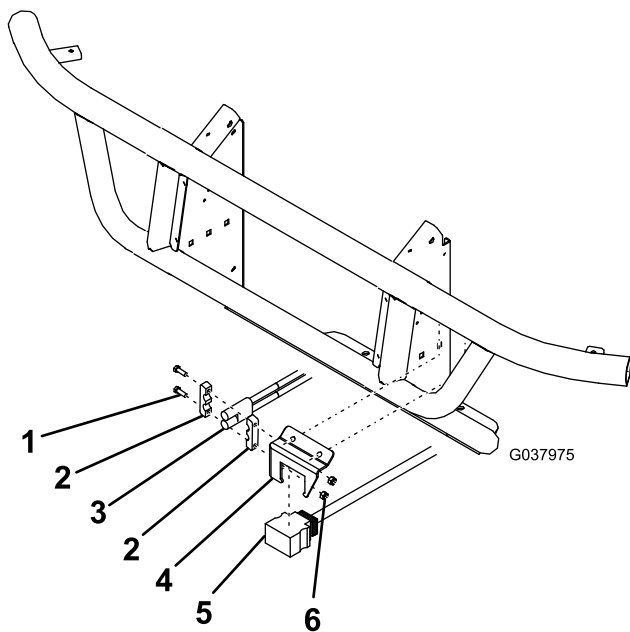

Figura 12
12. Instale el conector del arnés de cables del lado del UTV de la quitanieves en el lado izquierdo del tubo superior del parachoques usando el soporte de montaje del arnés de control y 2 pernos autorroscantes (Figura 12).
13. Monte el conector de corriente/masa negro y rojo en el soporte de montaje del arnés de control (Figura 12).